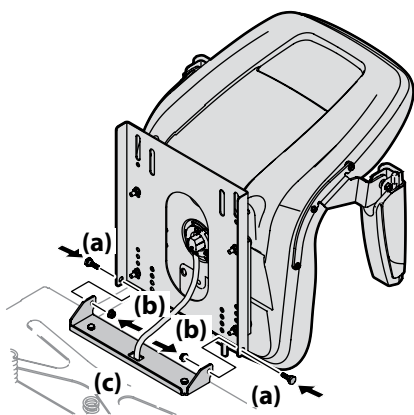

Figura 2-4
3. Gire el asiento hasta la posición deseada y asegúrelo en su lugar con los tornillos de borde y las tuercas de seguridad con brida que extrajo antes. Tenga cuidado de no doblar o dañar el cableado mientras instala el asiento. Vea la Figura 2-4.